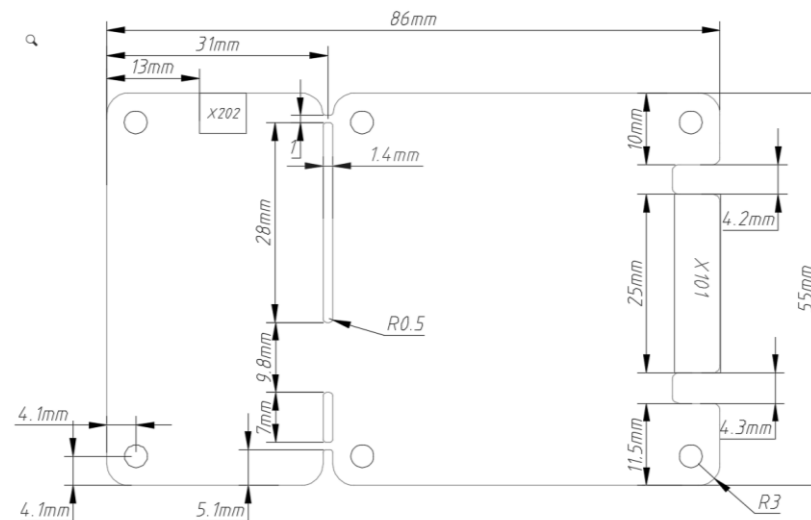

图 7 PCB 板结构要素图 (单位: mm)
- 2、电路板规格为四层板、板厚 1.6mm, 可双面布局; PCB 外框、对外接口、螺钉孔等根据所提供CAD 结构要素图进行设计与放置(或根据图 7 自行绘制); 在上下板边预留 5mm 的工艺边使其满足 SMT 贴片要求 (说明: 插件的位置不影响 SMT 贴片), 非工艺边元器件距离板边不小于 2mm。